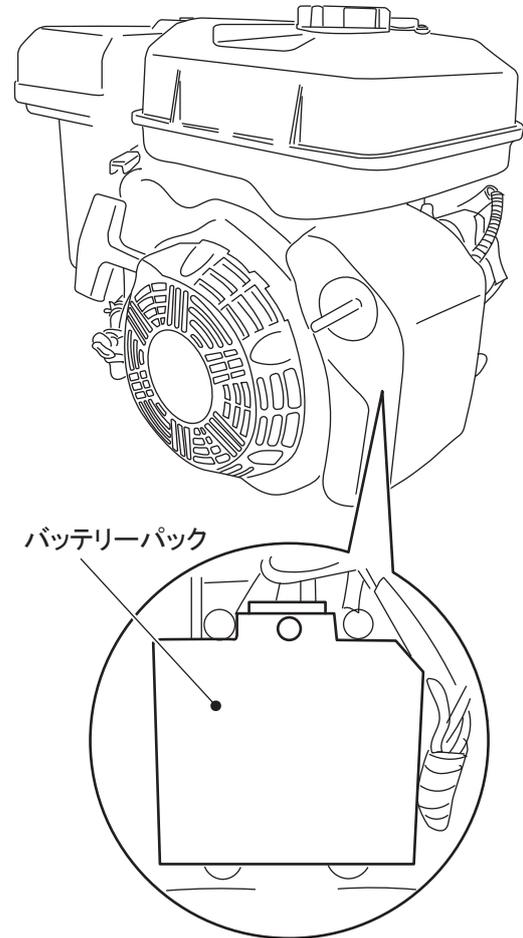

図 36
- MCD-K14MS, K14MS-SGK用エンジンには充電式リチウムイオンバッテリーパックを内蔵しています。(図36)